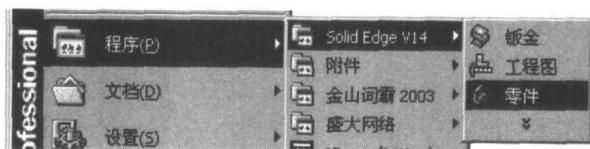

图 1-37
1. 单击“开始”|“程序”|Solid Edge V14  零件 ，进入零件设计模块（如图 1-37 所示）。